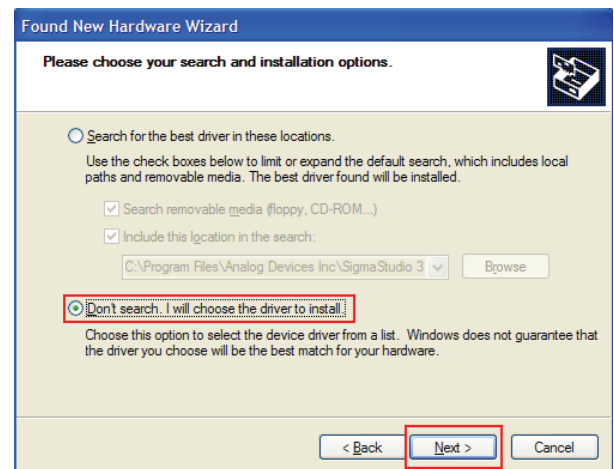
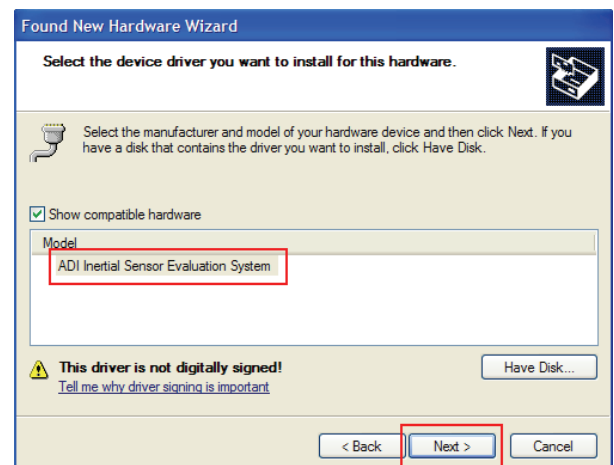

図 3. インストールするドライバの選択
図 4. ADI 慣性センサ評価システム・ドライバの選択
3. **Don't search. I will choose the driver to install** を選択し (図 3 を参照)、モデル・リストから **ADI Inertial Sensor Evaluation System** を選択します (図 4 を参照)。